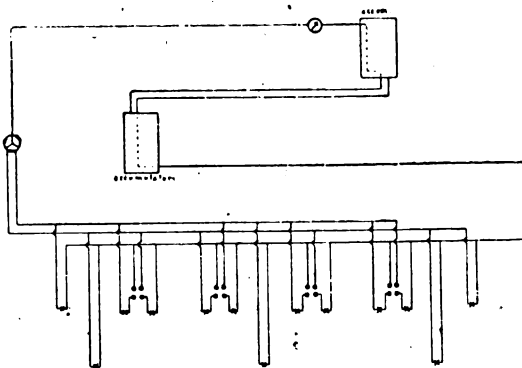

Fig. 1.
Un po' diversa, e forse preferibile perchè più semplice, è la disposizione dei circuiti sulle vetture, adottata dalla Rete Adriatica (1), che riproduciamo nella fig. 1. Le batterie di accumulatori son 4, ognuna di 8 elementi della capacità di 130 amperore, messe a due a due in serie e ricongiunte in parallelo al circuito esterno, per modo che le lampade funzionano fra 25 e 21 volts. Nel senso longitudinale della vettura corrono tre fili, due positivi che derivano dallo sdoppiamento del conduttore unico proveniente dalle batterie ed uno solo pel ritorno. In ciascun compartimento a fianco del fanale centrale ad olio che rimane a costituire l'illuminazione di riserva son poste due lampade da 12 candele ciascuna alimentata da un diverso circuito: dei commutatori però permettono di porre in serie sullo stesso circuito entrambe le lampade, che lavorando a potenziale metà di quello normale darebbero la *mezza luce*. Susseguenti studi pare però abbiano indotto ad abbandonare questo sistema per sostituirlo con un altro che permette l'inserzione in uno dei circuiti di una lampada da 5 candele funzionante da *veilleuse*, e commutabile colle altre due insieme.